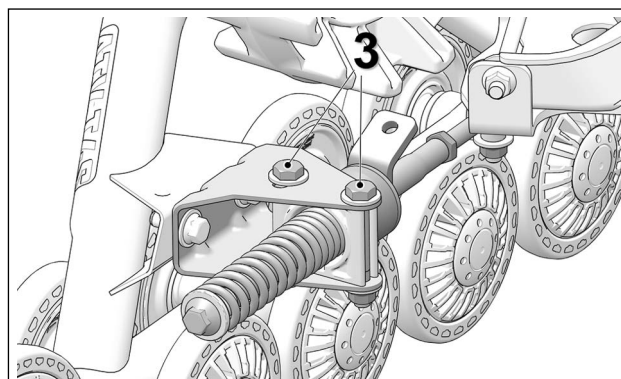

Figure 17
- Resserrer les boulons (3) de l'ancrage antirotation à un couple 50 Nm [37 lb·pi]. Voir la Figure 17.